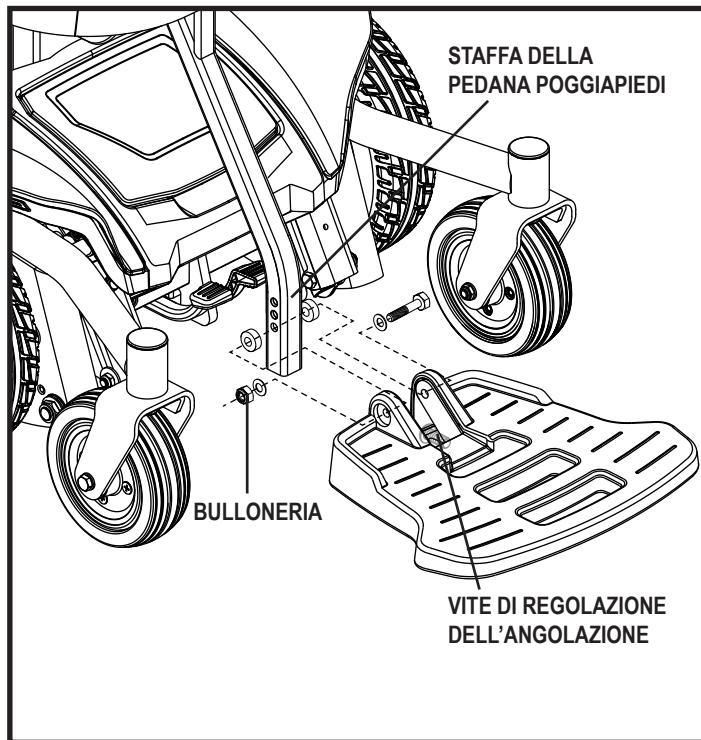

Figura 13. Regolazione della pedana poggipiedi
1. Rimuovere la bulloneria dal supporto della pedana poggipiedi. **Vedere figura 13.**
È possibile regolare l'angolazione della pedana poggipiedi. **Vedere figura 13.**